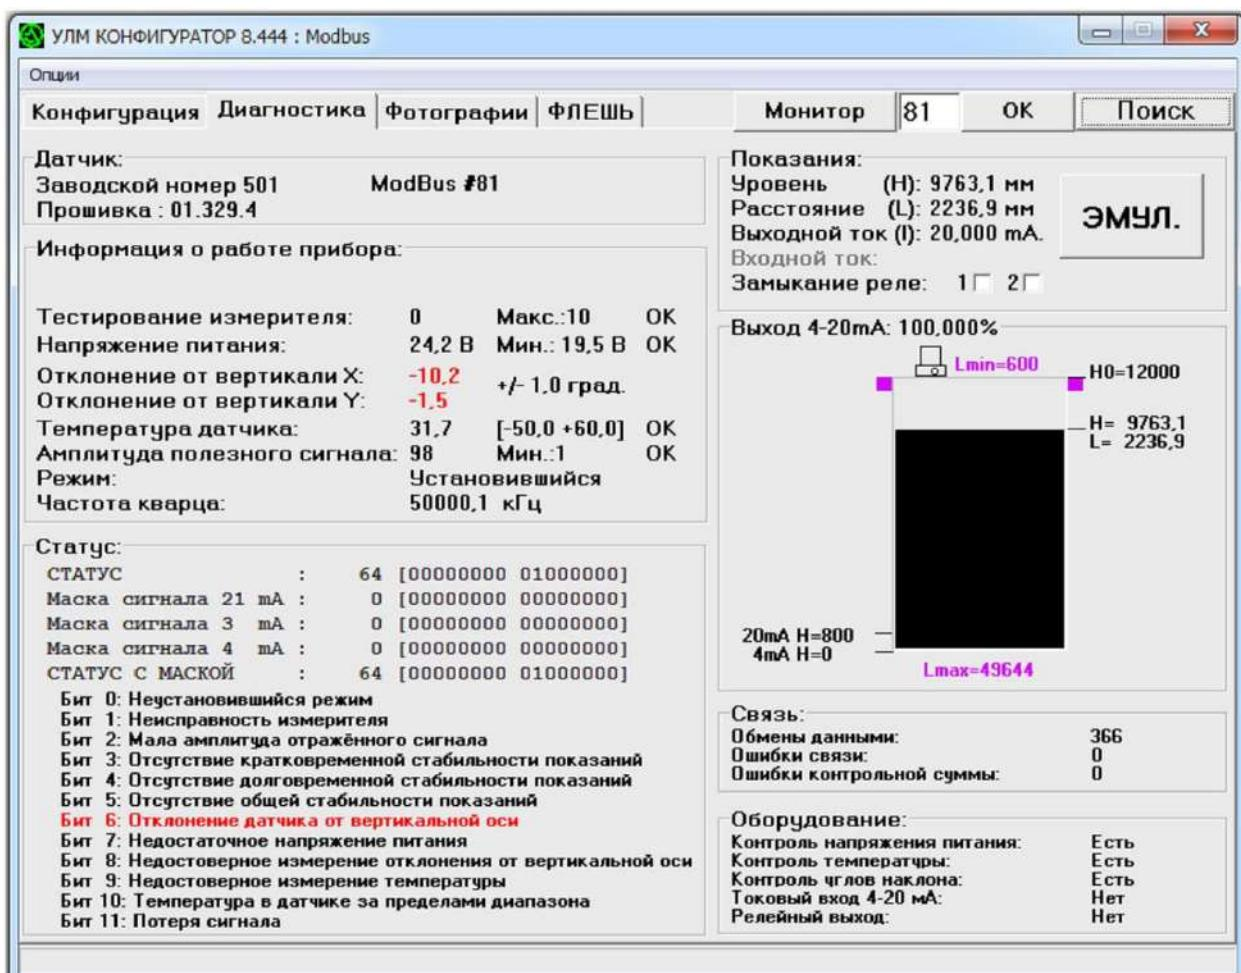

Рис. 7.1 Внешний вид вкладки «Диагностика»
Программное обеспечение «Конфигуратор» на вкладке «Диагностика» рис.7.1 содержит в себе основную информацию о работе уровнемера. Визуально она разделена на семь панелей, в которых отображаются показатели работы прибора. Большинство строк выводится чёрным шрифтом; красным выводятся показатели, выходящие за допустимые критерии или рекомендованые состояния; серым выводятся строки, заполнить которые нечем, т.к. данная модификация уровнемера аппаратно или программно не позволяет контролировать соответствующий параметр.
3. Панель «Статус» Содержит всё, что касается статуса текущего измерения. Вверху в пять строк выводятся Статус измерения, маски аварийных токовых сигналов и статус измерения с маской пользователя (подробнее - Конфигурирование маски статуса и аварийных токовых сигналов –«Конфигуратор-Руководство пользователя»). Значения регистров представлены в десятичном виде и в квадратных скобках в двоичном. Например, на рис.7.1, в статусном регистре 6-й бит (считая с нулевого) равен единице, следовательно значение регистра в десятичной системе счисления равно $2^6 = 64$.
Ниже идёт побитовая расшифровка аварийных ситуаций. На рис.7.1 видно, что присутствует отклонение установленного уровня от вертикальной оси (6-й бит выведены красным).